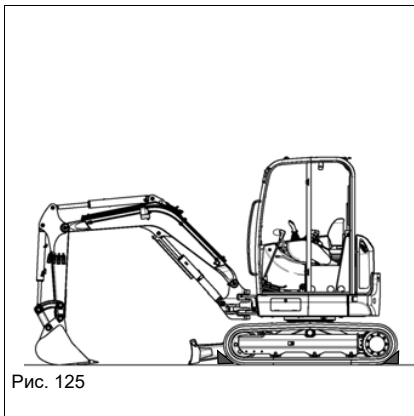

Рис. 125
10. Заблокировать транспортное средство противооткатными упорами (см. Рис. 125).